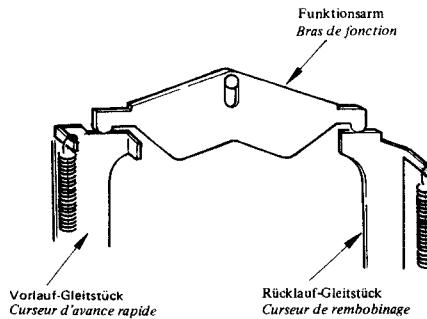

Abb. 70      Fig. 70
- 2) Zu diesem Zeitpunkt das Getriebe so einbauen, daß der Funktionsarm an der Oberseite des Schnellvorlauf-Gleitstückes und des Rücklauf-Gleitstückes sitzt, wie es in der Abb. 70 dargestellt ist. Falls nicht gemäß Abb. 70 eingebaut, kann es zu ernsthaften Störungen kommen. Daher unbedingt auf richtigen Einbau achten.
- 2) Remonter à ce moment là pour que le bras de fonction vienne prendre appui sur le curseur FF et le curseur de rembobinage comme illustré sur la Fig. 70. Si le montage n'est pas fait conformément à la Fig. 70, le fonctionnement normal ne peut être obtenu. Par conséquent, prendre toutes les précautions nécessaires au moment du remontage.